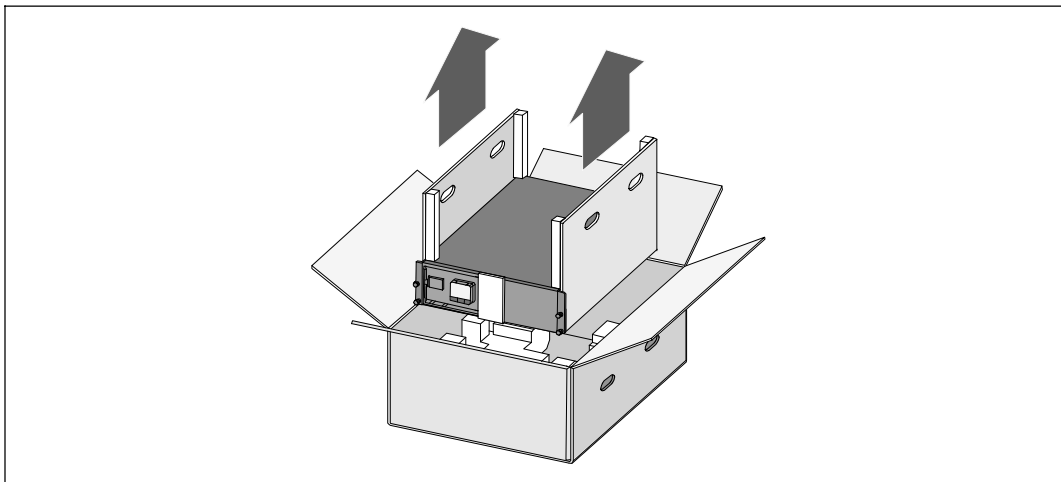

Рисунок 3. Подъем корпуса
- 2 Аккуратно достаньте корпус из картонной коробки и поставьте его на ровную устойчивую поверхность (см. Рисунок 3).